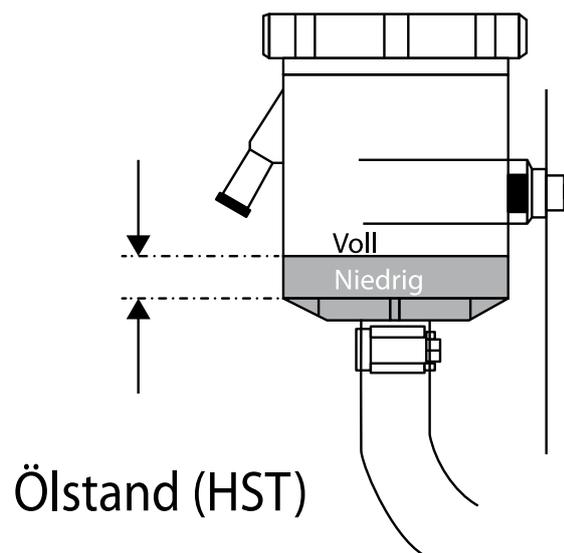

Bild 11
**Ölstand Hydrostat (HST) (Bild 11)** Prüfen Sie das Öl auf einer ebenen Fläche und im kalten Zustand. Der Ölstand sollte bis zur Markierung „Voll“ sein. Die Ölsorte ist Mobil DTE 26 oder Shell Terrace K56. Normalerweise ist kein Wechsel erforderlich, außer die Farbe des Öls ändert sich und wird milchig (Wasser im Öl) In diesem Fall muss das Öl gewechselt werden (Fragen Sie ihren Fachhändler). Prüfen Sie, ob Undichtigkeiten vorhanden sind. Füllen Sie niemals zuviel Öl ein.